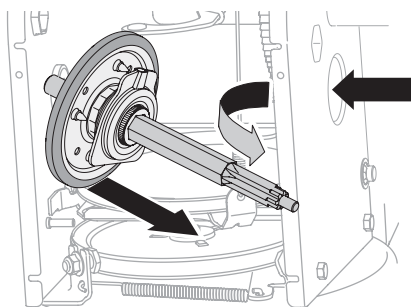

Figure 4-17
6. Abaissez doucement l'arbre hexagonal vers la gauche avant de faire glisser la roue de frottement de l'arbre. Voir Figure 4-17.